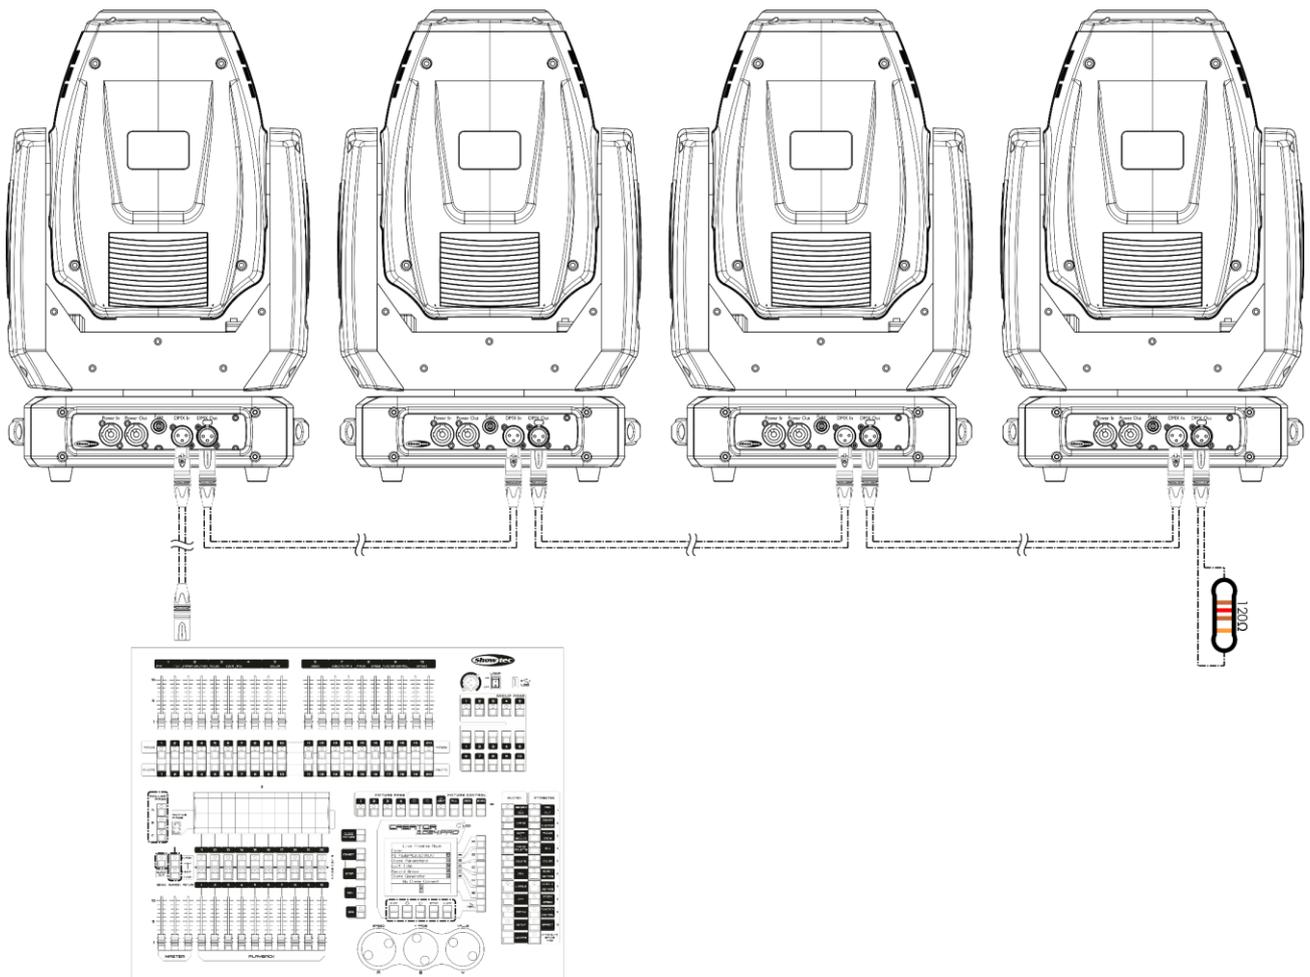

Fig. 09
- 04) Conecte las unidades entre ellas como se indica en la Fig. 09. Conecte un cable de señal DMX que vaya desde el conector DMX Out (salida) de la primera unidad al conector DMX In (entrada) de la segunda unidad. Repita este proceso para interconectar las unidades segunda, tercera y cuarta.